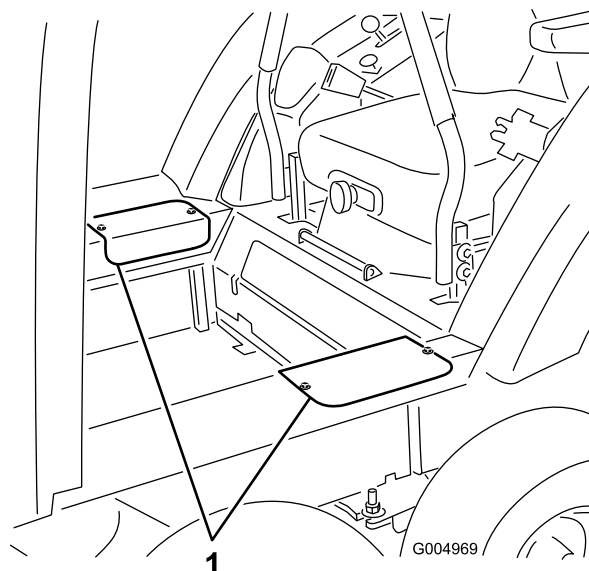

Figura 55
27. Montate i portelli di accesso laterali con le viti precedentemente rimosse (Figura 55).